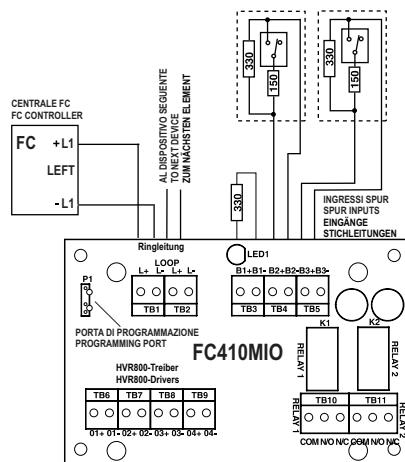
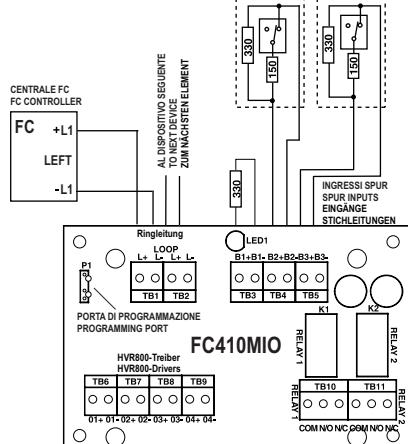

Abb. 3: Stichleitungen Schließer-Kontakte; Störung bei Kurzschluss
Abb. 4: Stichleitungen Öffner-Kontakte; Störung bei Kurzschluss
- 4 Die Abb. 3 und Abb. 4 zeigen typische Verdrahtungsbeispiele für das FC410MIO.
Hinweise zu Abb. 4: